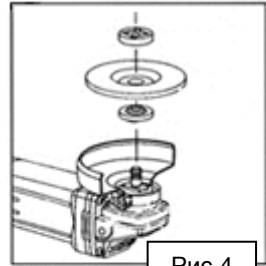

Рис.4
3. Теперь накрутите на шпindel наружный фланец с внутренней резьбой, при этом обратите внимание на то, какой стороной его надевать, это зависит от типа применяемого диска. Шлифовальный диск необходимо зажимать той стороной наружного фланца, на которой имеется кольцевой выступ, входящий в внутреннее отверстие диска. Отрезной диск необходимо зажимать плоской стороной наружного фланца (Рис.4).